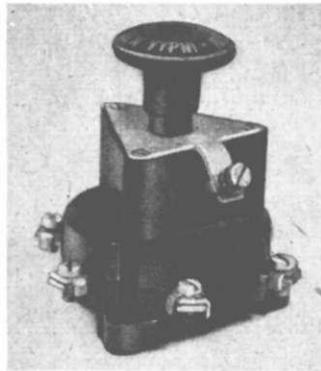

Bild 13. „Push-pull“-Schalter 15 A, 380 V
Schalter für größere Nennströme als 10 A sind ebenfalls nur für Wechselstrom konstruiert, allgemein überwiegen Kippschalter. Sehr verbreitet sind in der CSSR die sogenannten „Push-pull“-Schalter, deren Betätigungsteil eine Achse bildet, an deren Ende ein isolierter Griff in Scheibenform angebracht ist. Das Ausschalten erfolgt durch Eindrücken des Griffs, das Einschalten durch dessen Herausziehen (Bild 13). Diese Druckschalter sind üblich als standardisierte Typen für Nennströme ab 15 (16) bis 63 A für die Nennspannung 380 V.